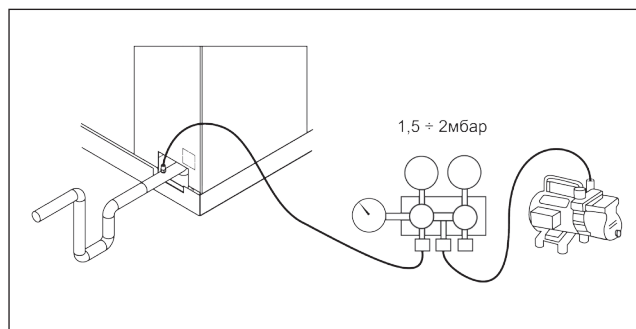

Рис. 13.2
2. Отвакуумируйте теплообменник в соответствии с указаниями EN 378-2. Для вакуумирования теплообменника и присоединительных трубопроводов, которые в процессе монтажа контактировали с атмосферой, применяйте вакуумный насос (Рис. 13.2).